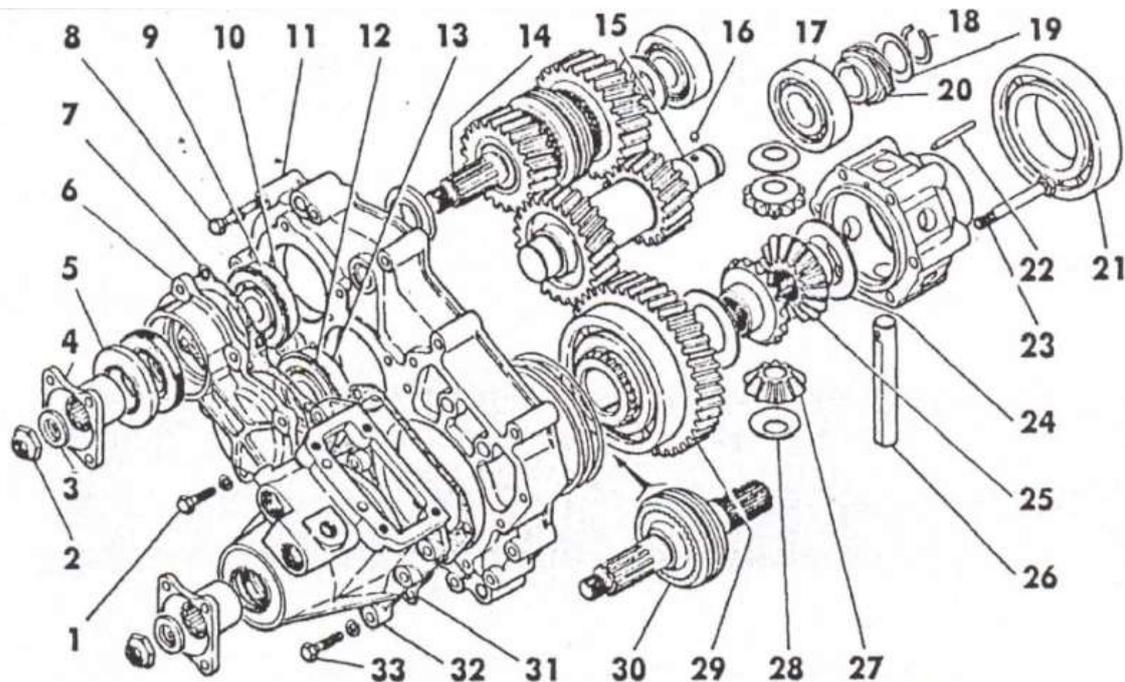

Рис. 6.6 Детали переднего картера раздаточной коробки
- раскертить и отвернуть гайки 2 (Рис. 6.6) фланцев, снять шайбы 3 и фланцы 4;